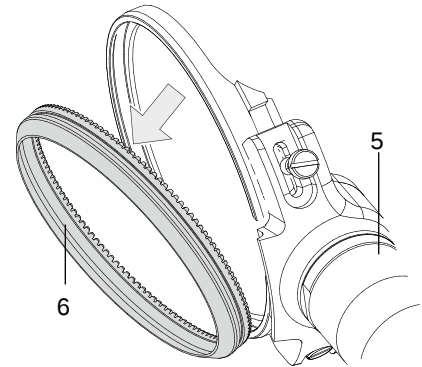

Abb. 7.3 – Klinge entfernen
- 5) Handstück (5) neigen, bis das Messer (6) herausfällt, s. Abb. 7.3.